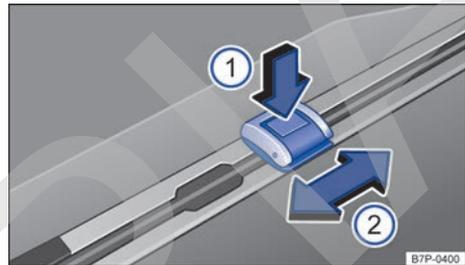

Fig. 207 En el maletero: argolla de amarre desplazable.
En función del equipamiento, en el maletero hay unas argollas de amarre desplazables longitudinalmente → fig. 207 para fijar objetos sueltos y equipaje mediante correas de amarre y cintas de fijación o de sujeción.
- Pulse el botón de la parte superior de la argolla → fig. 207 ①.
- Desplace la argolla hasta la posición deseada → fig. 207 ②.
- Levante el estribo de la argolla → fig. 207 y fije la carga. ▶